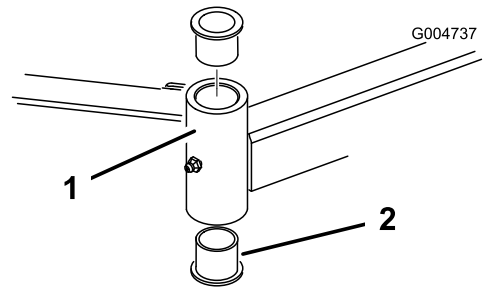

Figura 22
4. Introduceți un poanson în partea superioară sau inferioară a tubului de montare și îndepărtați buca din tub (Figura 22). De asemenea, îndepărtați cealaltă bucă din tub. Curățați interiorul tuburilor, îndepărtând murdăria.